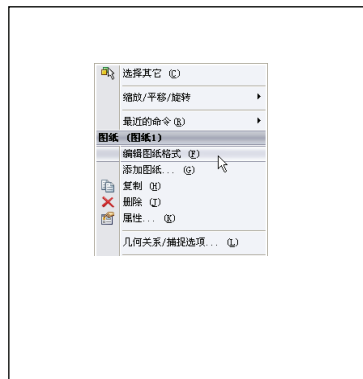

图 7-147 进入“编辑图纸格式”操作空间
STEP 2 单击“取消”按钮，暂时不创建模型视图，并右击工程图空白处，在弹出的快捷菜单中选择“编辑图纸格式”菜单项，如图 7-147 所示，进入编辑图纸格式操作空间。